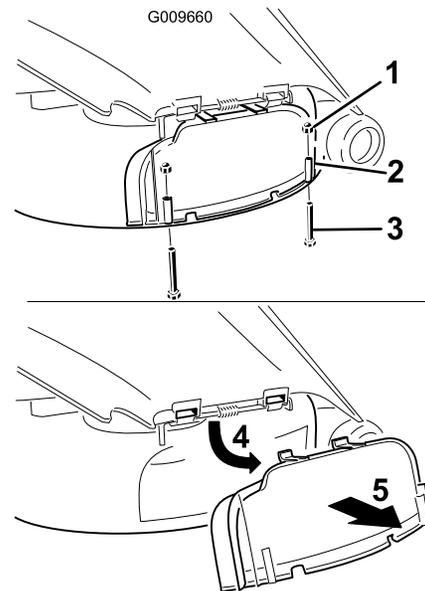

Figure 14
3. Enlevez les 2 boulons et écrous qui fixent le couvercle d'éjection au plateau de coupe (Figure 14).